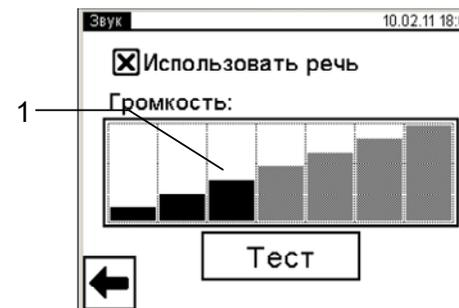

Рисунок 6.9
- 2) Перейти в окно "Звук", для чего в окне "Настройка" нажать на строку "Звук", на экране появится окно "Звук" (рисунок 6.9).